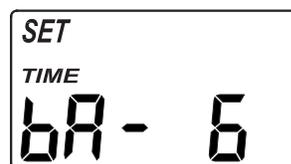

FIG. 41
2. Appuyez deux fois sur le bouton CHOISIR, jusqu'à ce que l'indication « SET TIME bA » (régler l'heure du lavage à contre-courant) s'affiche (consultez la figure 41).